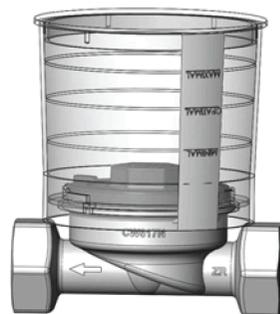
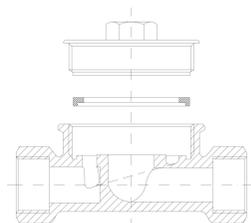

Abb. 1
Abb. 2
- 1.2. UPT werden mit eingelegtem Dichtring und eingeschraubtem Deckel ausgeliefert (siehe Abb. 1). Bei UPT mit Gewindeanschluss weiter mit Ziff. 1.3. Bei UPT mit Lötanschluss: Einputzhilfe, Deckel und Dichtring entfernen. Anschlüsse löten und abkühlen lassen. L-Dichtring ins UPT unterhalb des Kopfgewindes in die dafür vorgesehene Nut einlegen, den Deckel sorgfältig dichtschrauben und Einputzhaube montieren (siehe Abb. 2).